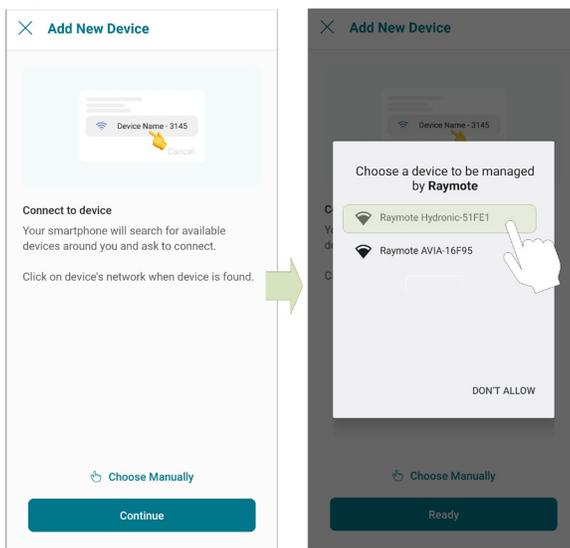

Figure 15. Connecter un téléphone Android
2. **Sous Android:** selon l'état de votre configuration actuelle, un ou plusieurs appareils s'affichent sur l'écran de l'appli. Sélectionnez le réseau sans fil auquel vous souhaitez l'associer, comme illustré à la **Figure 15**.